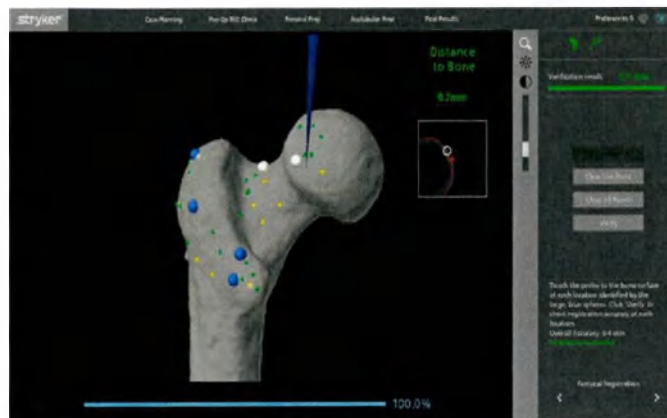

Рисунок 53. Схема проверки регистрации бедренной кости
3. **Проверка регистрации:** проверьте регистрацию, поместив зонд на поверхность кости в критически важных зонах проксимального отдела бедренной кости, обозначенных в программном обеспечении большими сферами синего цвета (Рисунок 53). При расстоянии до кости менее 1 мм цвет сферы становится белым. При расстоянии до кости в пределах проверочной сферы более 1 мм цвет сферы становится красным. При наличии нескольких сфер красного цвета регистрацию следует повторить.